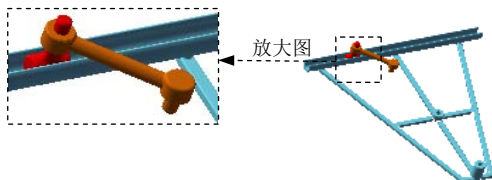

图 9.10.6 添加连杆零件
Step4. 添加图 9.10.6 所示的连杆并定位。选择下拉菜单 **插入(I)** → **零件(P)** → **现有零件/装配体(E)...** 命令，系统弹出“插入零部件”对话框，单击“插入零部件”对话框中的 **浏览(B)...** 按钮，在弹出的“打开”对话框中选取 connecting_llink.SLDPRT，